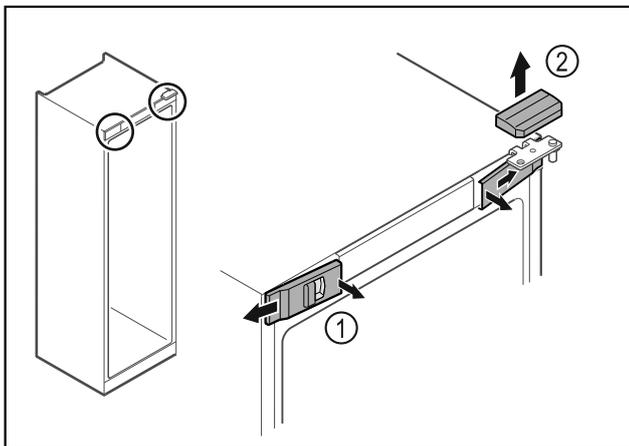

Fig. 14
- Desencajar las cubiertas delanteras Fig. 14 (1) del interior y dejarlas a un lado.
- Retirar hacia arriba la cubierta superior Fig. 14 (2).